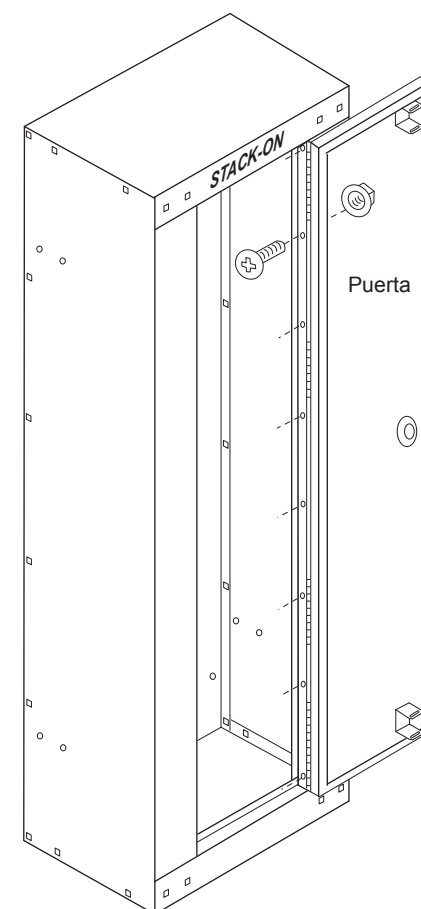

Figura 5
Alinee los hoyos de las bisagras de la puerta con los hoyos del gabinete. Ensamble con (8) tornillos de máquina y tuercas. (Figura 5)